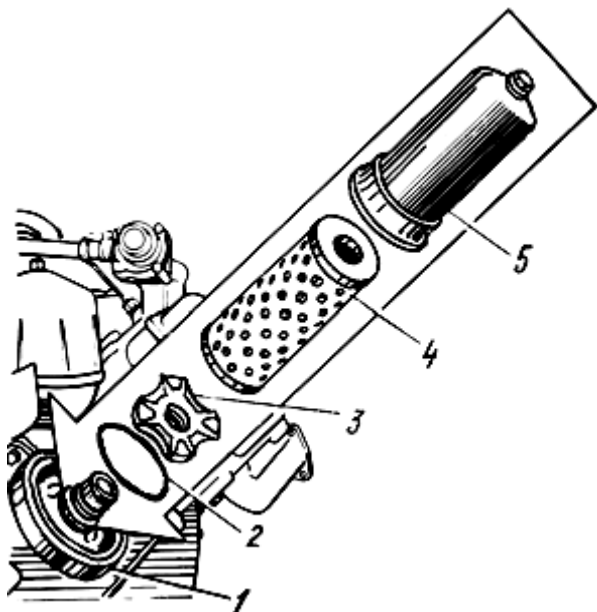

Рис. 4.2. Масляный фильтр:
2. Отвернуть полностью и снять колпак 5 (рис. 4.2) фильтра.